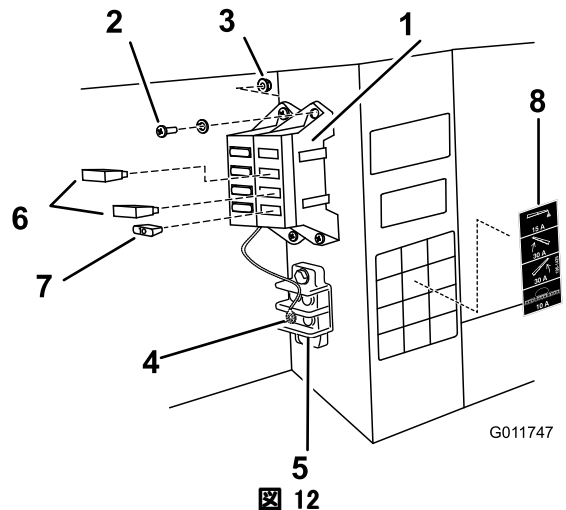

図 12
8. スターワッシャをはさんで、アース線 (黒) を車体フレームの内側についている 1/4 in ボルトに接続する (図 12)。
10. ねじ2本(#10-24 x 3/4 in)とロックナット2個(#10-24)を使い、図 12のように、既存の
- A. 左用と右用のブーム昇降ヒューズ取付場所にそれぞれ30 Aサーマルブレーカを取り付ける(図 12)。
- B. 散布システム用電源ヒューズ取付場所10 A ヒューズを取り付ける(図 12)。